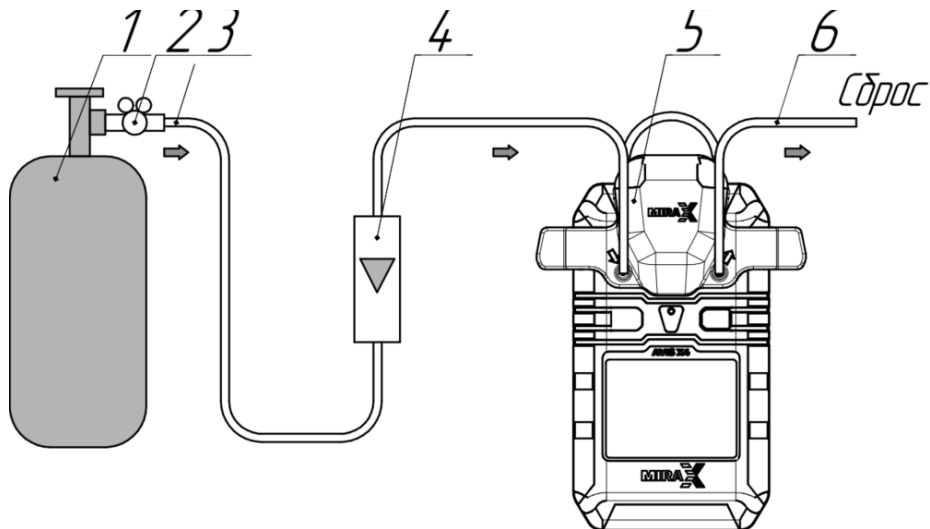

Рис.4 Схема подачи газа на газоанализатор.
- Установить калибровочную насадку на прибор как показано на рис.4.